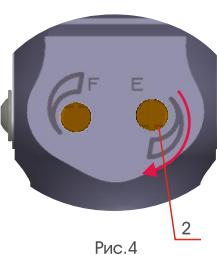

Рис.4
- ① - дефект настройки - отставание разгибания голени в фазе переноса (фото 3);
② - положение голени при правильной настройке.
- облегчить разгибание голени, поворачивая регулировочный дроссель 2 по часовой стрелке (рис.4).